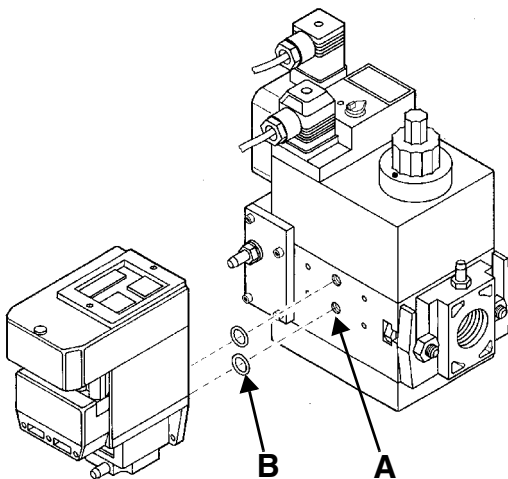
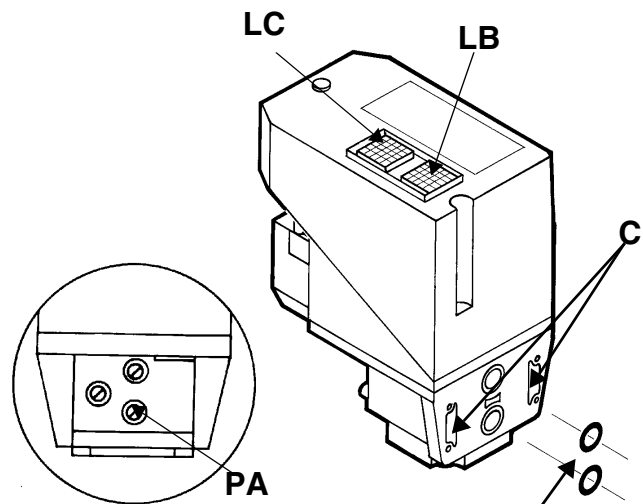

Fig. 46
Fig. 47
- 3 Entfernen Sie die Verschlusschrauben der Baugruppe Multibloc (Fig. 46-A);
- 4 Setzen Sie die Dichtungsringe (10,5 x 2,25) in die VPS 504 ein (Fig. 47-B, Fig. 46-B);
- 5 Schrauben Sie die 4 Dichtigkeitskontrollschrauben (M4 x 16) ein Fig. 46-C.
Schließen Sie zur Durchführung der Überprüfung ein Manometer an den Druckanschluss **PA** an (Fig. 47). Falls der Zyklus ein positives Ergebnis erbringt, leuchtet nach einigen Sekunden die Kontrollleuchte Freigabe **LC** (gelb) auf. Anderenfalls leuchtet die Kontrollleuchte Sperrung **LB** rot auf. Zum erneuten Starten des Geräts muss es durch Drücken der Taste **LB** entsperrt werden.